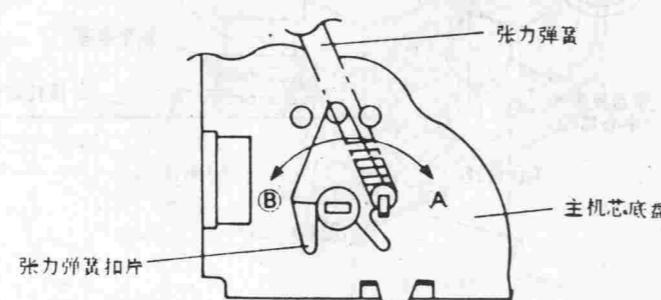

图32
步骤:①如果所测反向张力值小于规定值,按图32
②如果所测反向张力值大于规定值,按图32